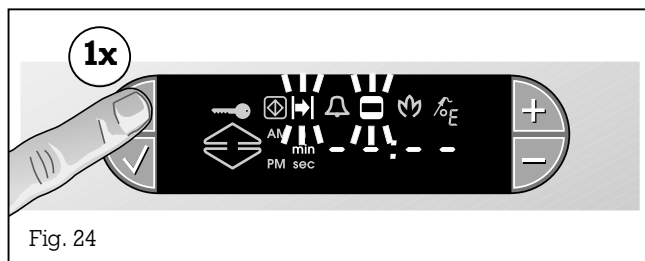

Fig. 24
- Tryck en gång på knappen ⌚ (klocka). På displayen blinkar symbolema ⌚ (tidsperiod) och ⏱ (tillagningstid). På displayen syns bindestreck (dvs du har inte programmerat någon tid) (fig. 24).